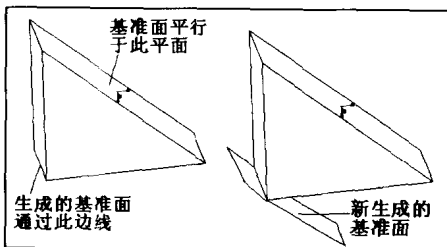

图1-4 以【Parallel】方式生成基准面
- **【Parallel】**: 利用此种方式可以生成一个平行于特征表面的基准面。**【Parallel】**通常和**【Through】**等方式结合使用, 使生成的平行基准面通过某一条边, 如图 1-4 所示。